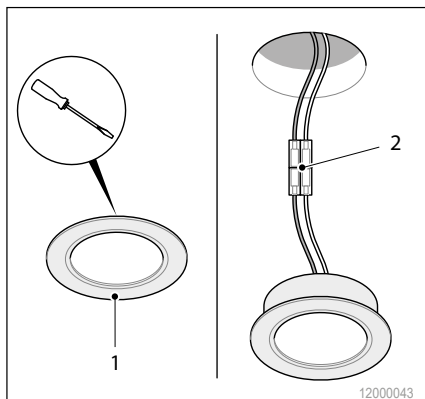

Abb. 41 LED-Einbau-Spot wechseln
1. Den LED-Einbau-Spot (Abb. 41/1) vorsichtig mit einem Schlitzschraubendreher aus der Verankerung aushebeln. Dabei die Decke nicht verkratzen.